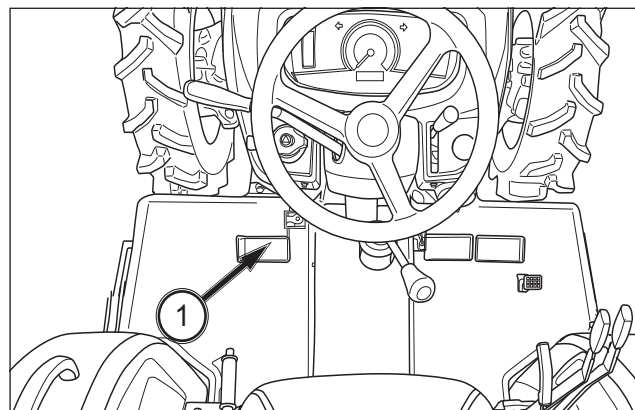

FIG. 46
FIG. 46 : lorsque la pédale d'embrayage (1) est complètement enfoncée, la transmission est débrayée, ce qui permet de démarrer le moteur, de changer les rapports et d'arrêter le déplacement du tracteur. Pour embrayer la traction intégrale (4 roues motrices), il faut aussi enfoncer la pédale d'accouplement.